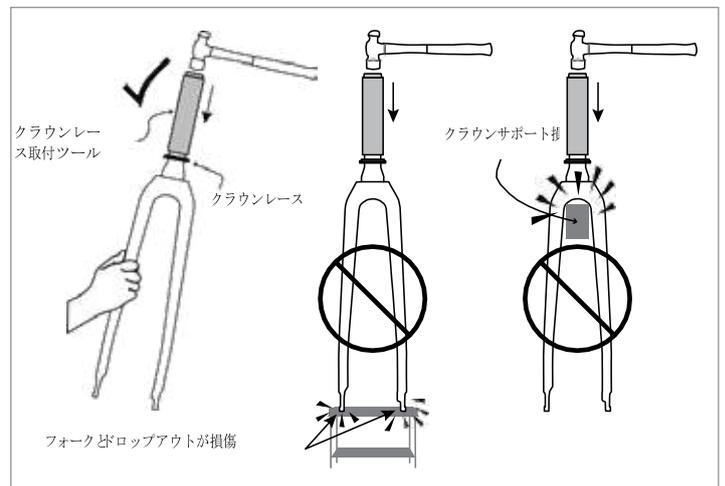

図 2
▲ **警告:** ドロップアウト端を地面につけてフォークを立てないでください。またはクラウンレース取り付け中にクラウン部分でフォークを支えないでください。フォークが損傷する恐れがあります (図 2)。
- A. 片手でフォークを支えながら (図 2)、スターナット取付ツールとハンマーを使って新しいスターナットを取り付けます (図 10)。